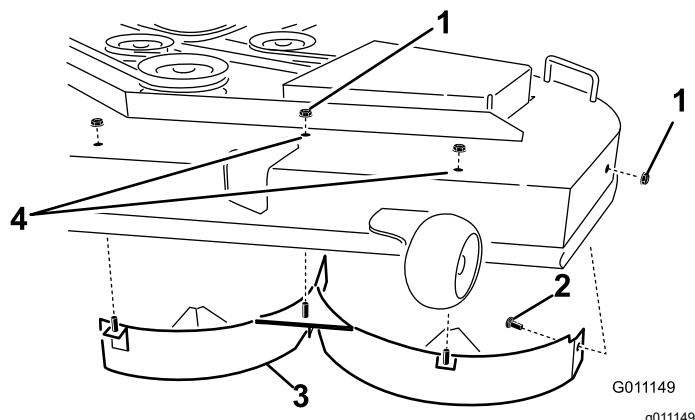

Figura 13
2. Afloje el perno inferior lo suficiente para poder desplazar hacia adelante o hacia atrás la palanca de control (Figura 13).
4. Retire las 2 contratuercas (5/16") de las clavijas soldadas del deflector izquierdo, en la parte superior de la carcasa del cortacésped, en las posiciones centro y centro izquierda (Figura 13).
6. Retire el deflector izquierdo de la carcasa del cortacésped según se muestra en Figura 13.